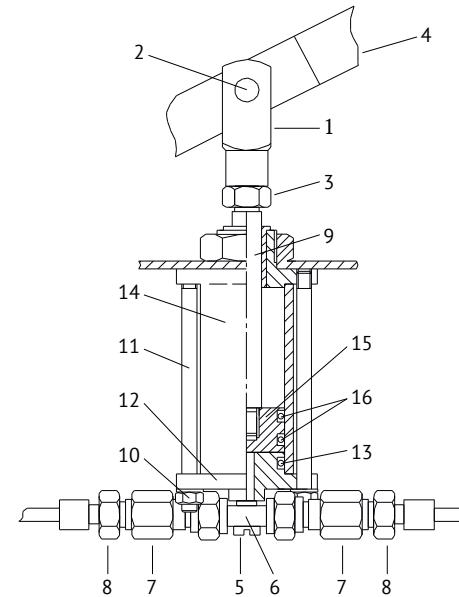

Рис. 3. Устройство насоса:
- 8.3.3 Удерживая рычаг 4 (Рис. 3), ослабьте контргайку 3;